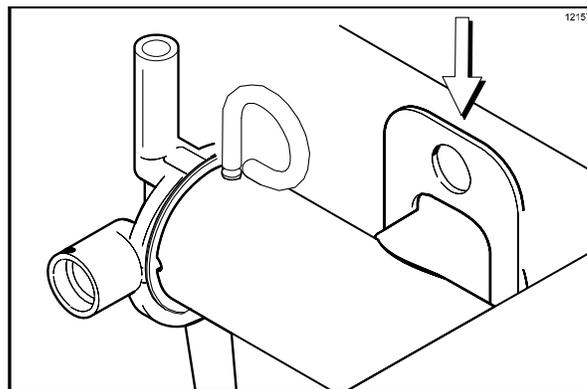

图 158
5. 在储料槽的后部安装抽料泵组件。将活塞上的传动孔与传动轴上的传动摇柄对齐，以便确定泵在传动轴心上的位置。将泵夹套在泵套圈上以固定泵的位置，务必使泵夹套在套圈的环槽内。(见图 158。)